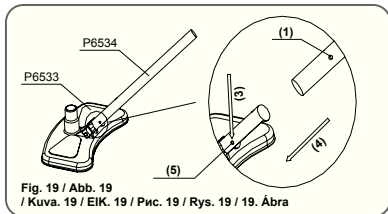

Fig. 19 / Abb. 19 / Kuva. 19 / EIK. 19 / Pvc. 19 / Rys. 19 / 19. Ábra
1. Connect the vacuum head (P6533) to the pole (P6534) ensuring the spring-loaded pins snap into the pre-drilled holes. (See Fig. 19)
1. Ligue a cabeça do aspirador (P6533) à haste (P6534) verificando que os pinos de mola encaixam nos orifícios existentes. (Veja Fig. 19)
1. Conecte el cabezal del dispositivo de vacío (P6533) al mango (P6534) asegurándose de que las clavijas accionadas por muelles se ajustan en los orificios preinstalados. (Vea Fig. 19)
1. Den Saugerkopf (P6533) auf die Stange (P6534) aufsetzen und sicherstellen, dass die Federstifte in die vorgebohrten Löcher einrasten. (Siehe Abb. 19)
1. Sluit de zuigkop (P6533) aan op de paal (P6534) en zorg ervoor dat de veerpinnen in de voorgeborende gaten springen. (Zie Fig. 19)
1. Unire la testa del sistema di aspirazione (P6533) all'asta (P6534) assicurandosi che le linguette a mollo scattino in posizione. (Vedere Fig. 19)
1. Fixez la tête de l'aspirateur (P6533) au manche (P6534) en vous assurant que les languettes à ressort s'enclenchent dans les ouvertures percées. (Voir Fig. 19)
1. Наденьте головку вакуум-отсоса (P6533) на шест (P6534), при этом подпружиненные язычки должны попасть в отверстия. (См. Рис. 19)
1. Połącz głowicę odkurzacza (P6533) do rurki (P6534), sprawdzając, czy zawleczki sprężynowe zatrzasują się w uprzednio wywierconych otworach. (Patrz Rys. 19)